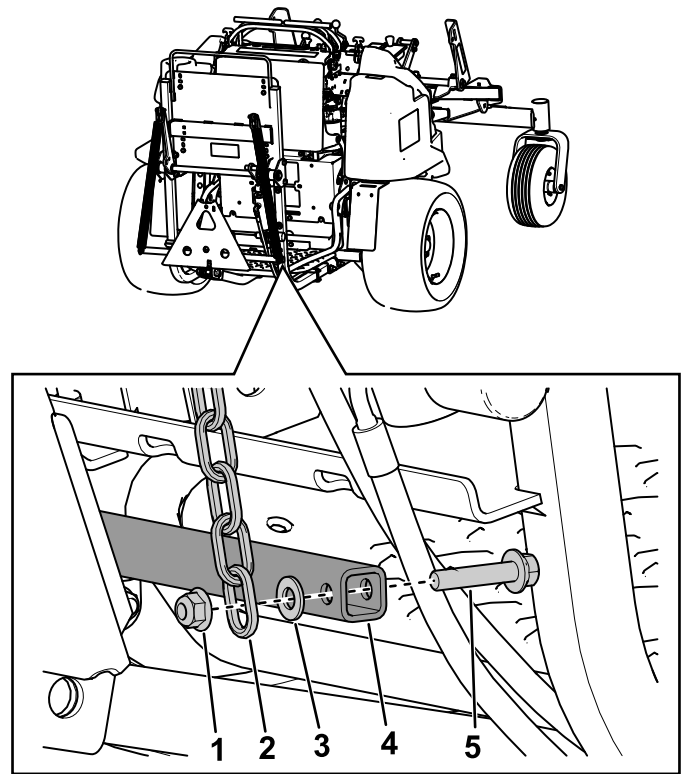

**Figura 9**
1. Conecte el segundo eslabón de las cadenas largas de elevación trasera a la parte superior del bastidor de elevación usando grilletes, pasadores y chavetas (Figura 9).